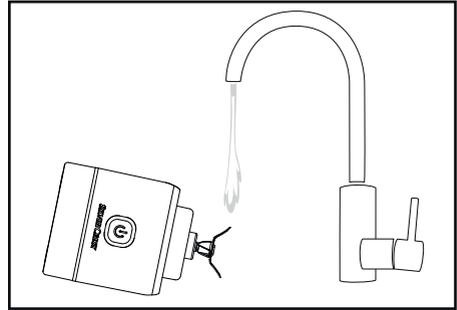

Fig. 2
- Essuyez le bloc-moteur ❹ à l'aide d'un chiffon humide.
- Pour éliminer les salissures légères, remplissez le gobelet ❷ d'eau tiède avec une goutte de liquide vaisselle jusqu'au repère MAX. Faites fonctionner l'appareil pendant environ 30 secondes comme décrit au chapitre **Utilisation**. Dévissez ensuite le bloc moteur ❹ et videz l'eau de rinçage du gobelet ❷.
- Rincez uniquement la lame en croix ❺ avec précaution, si nécessaire avec une brosse à vaisselle, sous l'eau courante. Veillez alors à ce que l'eau ne coule pas sur le bloc moteur ❹ et ne plongez pas l'appareil dans l'eau ! Inclinez l'appareil de manière à ce que seule la lame en croix ❺ s'engage dans le jet d'eau (voir fig. 2). Les salissures se détachent plus facilement si le nettoyage est effectué directement après l'utilisation.